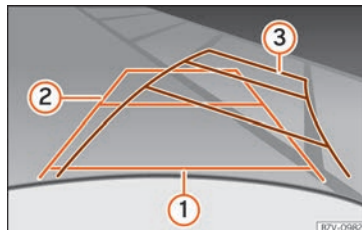

Fig. 255 Afficheur : lignes d'orientation de l'espace pour se garer derrière le véhicule.
Signification des lignes d'orientation projetées sur l'écran » » **fig. 255**. Toutes les longueurs des lignes d'orientation prennent comme référence un véhicule situé sur une surface horizontale. » »
- Passez la marche arrière lentement et tournez le volant de manière à ce que les lignes jaunes d'orientation vous guident jusqu'à la place »» fig. 255 ③.